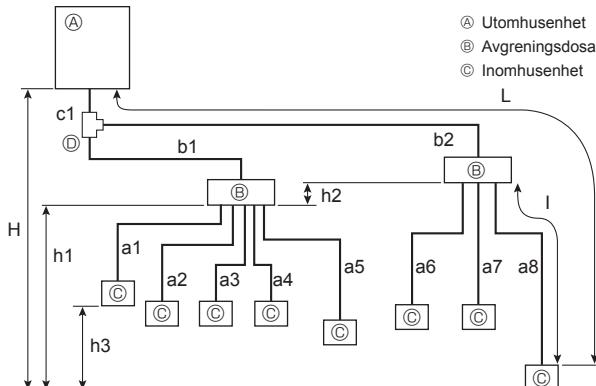

Fig. 4-2
4.2.2. Anslutning med Avgreningsdosa (Fig. 4-2)